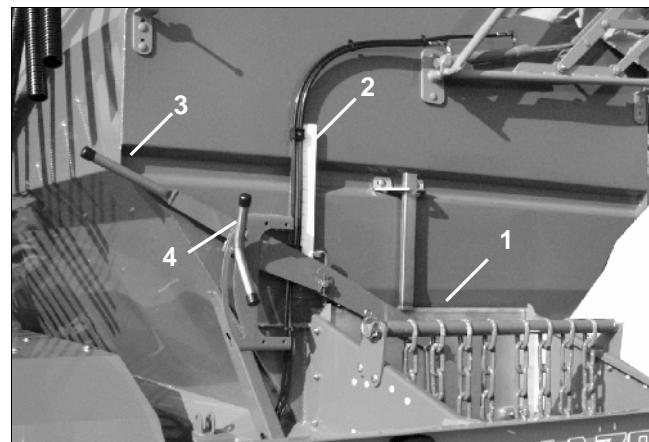

Рис. 28
- **главной шиберной заслонки** (Рис. 28/1):
Главная шиберная заслонка регулируется при помощи рычага (Рис. 28/3).
Рычаг (Рис. 28/3) фиксируется при помощи зажимного винта (Рис. 28/4), который необходимо ослаблять перед каждой регулировкой, а затем снова затягивать. Положение заслонки (Рис. 28/1) отображается на шкале (Рис. 28/2).